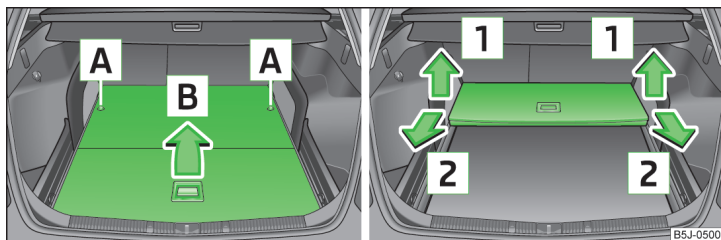

Fig. 68 Plierea/Extragerea suprafeței de încărcare variabile
- Deblocați podeaua variabilă prin rotirea inelului de siguranță **A** înspre stânga, cu aprox. 180° » fig. 68.
- Ridicați podeaua variabilă în sensul săgeții **1** » fig. 68 și extrageți-o prin tragere în sensul săgeții **2**.